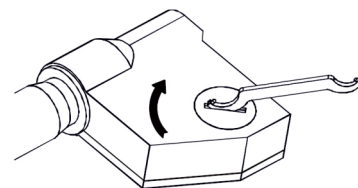

Abb. 3
- » Setzen Sie die Batteriefachabdeckung wieder auf und sichern Sie sie, indem Sie sie im Uhrzeigersinn drehen (Abb. 3).